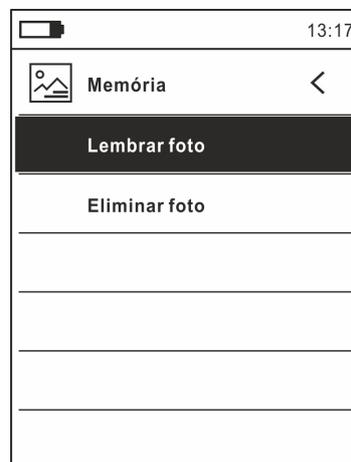

Fig. 6: menu Memória
18. Usar os botões ▲ ou ▼ e o botão **OK** para a seleção da opção “Eliminar todas foto” (ver Fig. 6). No display é apresentado o seguinte ecrã: